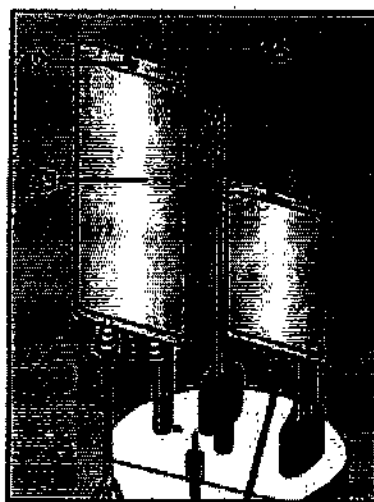

Рис. 4.3-8
2. Повесьте мешок с буфером на крючок держателя (рис. 4.3-8).
4. Отрегулируйте высоту держателя мешка. Убедитесь в отсутствии перегибов магистралей (рис. 4.3-8).